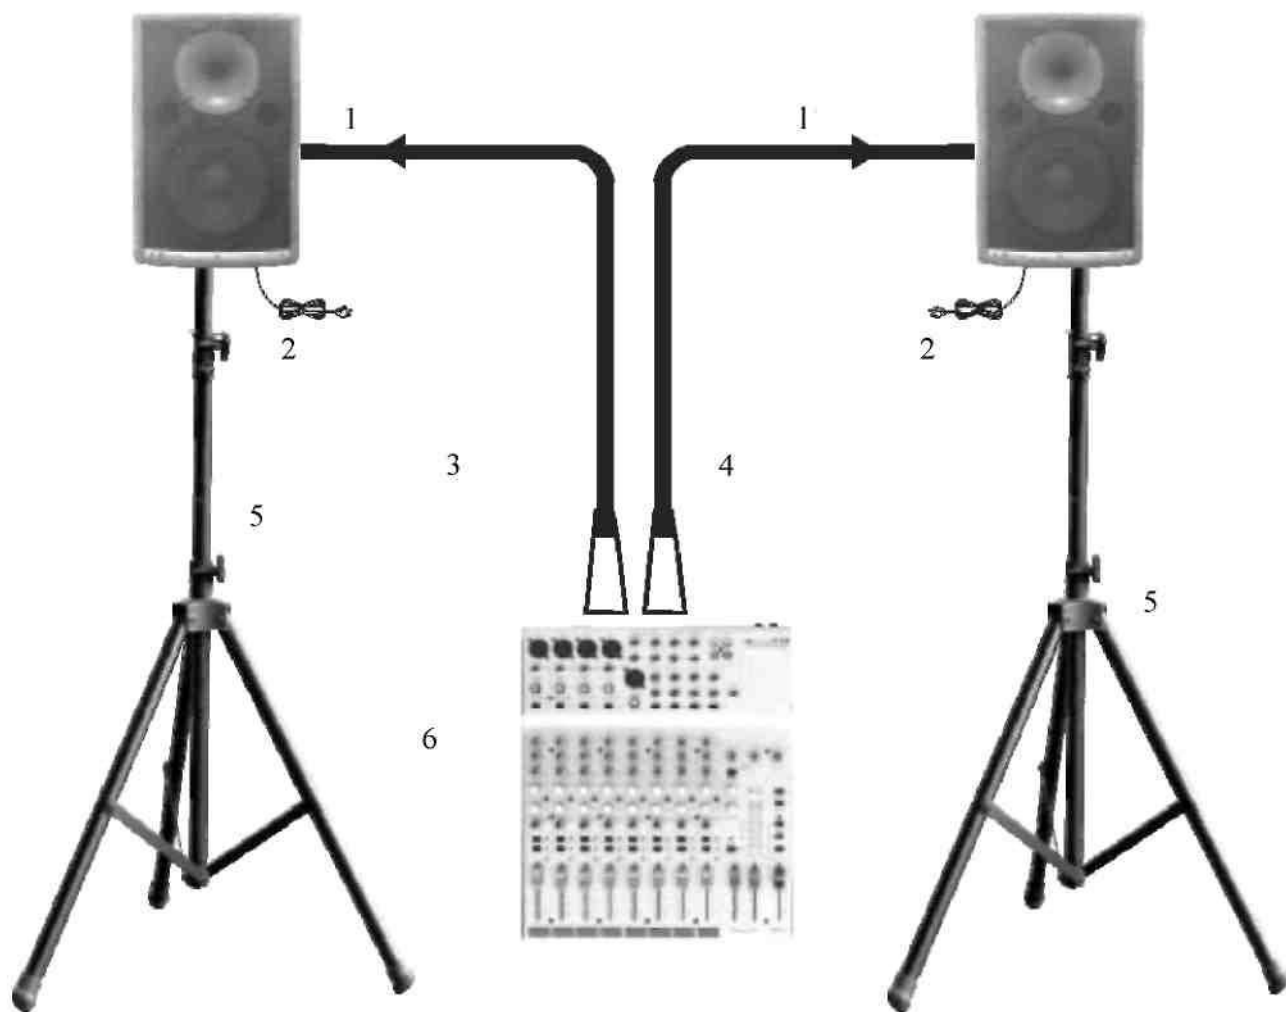

Рис.3
- 1) Соедините один конец сигнального кабеля для вашего микшера аудио-сигналов с «Выходом левого / правого канала» (Output Left / Right) (посредством стереоразъема или разъема «XLR»), а другой конец кабеля - с «Входом линии» (Line Input) (COMBO) вашего корпуса активной колонки (посредством стереоразъема или разъема «XLR»). (рис.3).
Пояснения к рис.3: